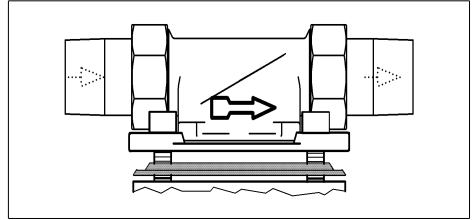

Abb. 10: Einbaudrehflansch
**Der Einbaudrehflansch muss in Fließrichtung installiert werden. Diese ist durch einen eingegossenen Pfeil gekennzeichnet (siehe Abb. 10).**